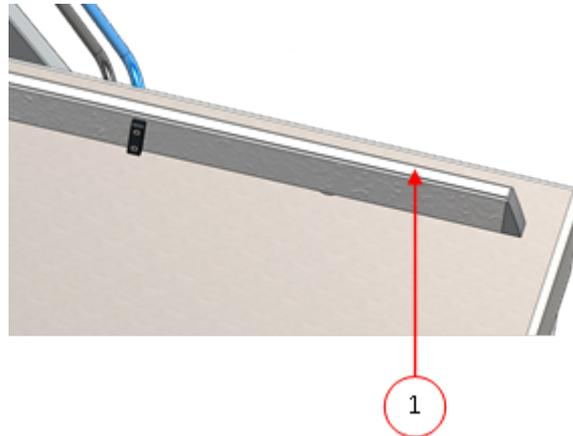

Abbildung 16: Austausch des Silikongummis der Silikonhalter
1. Ziehen Sie das alte Silikongummi vom Halter ab, vgl. *Abbildung 16: Austausch des Silikongummis der Silikonhalter* auf Seite 63.